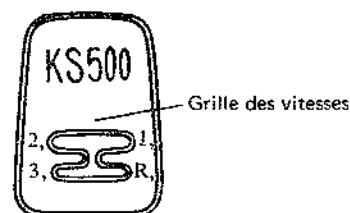

Fig. 9
- Mettre le levier de changement de vitesses au point mort (centre de la grille, fig. 9)